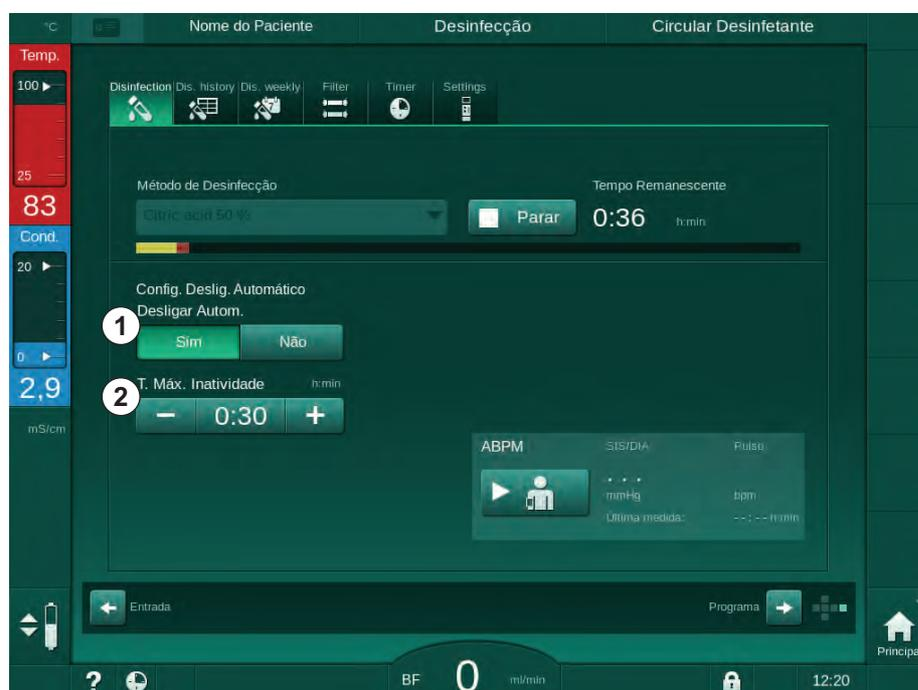

Fig. 7-16 Desinfecção em andamento - *Desligar automático* ativado
Após a seleção da tela de desinfecção, a pré-configuração do *Desligamento Automático (Sim ou Não, bem como o tempo de inatividade máximo em caso de Sim)* será indicada. A configuração da função pode ser alterada a cada vez antes ou após o início da desinfecção tocando-se em *Desligamento Automático, Sim ou Não* (Fig. 7-16, ①).